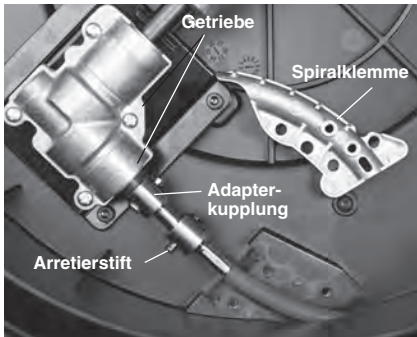

Abbildung 15 – Geöffnetes Gehäuse der Abflussreinigungsmaschine
3. Gehäuse öffnen (Abbildung 15).